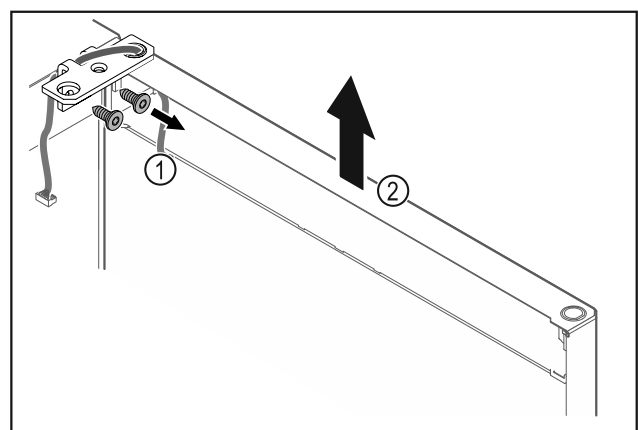

Fig. 24
- Dévisser l'équerre de la charnière Fig. 24 (1).
- Soulever la porte (équerre de charnière incluse) Fig. 24 (2) d'environ 200 mm et la retirer.